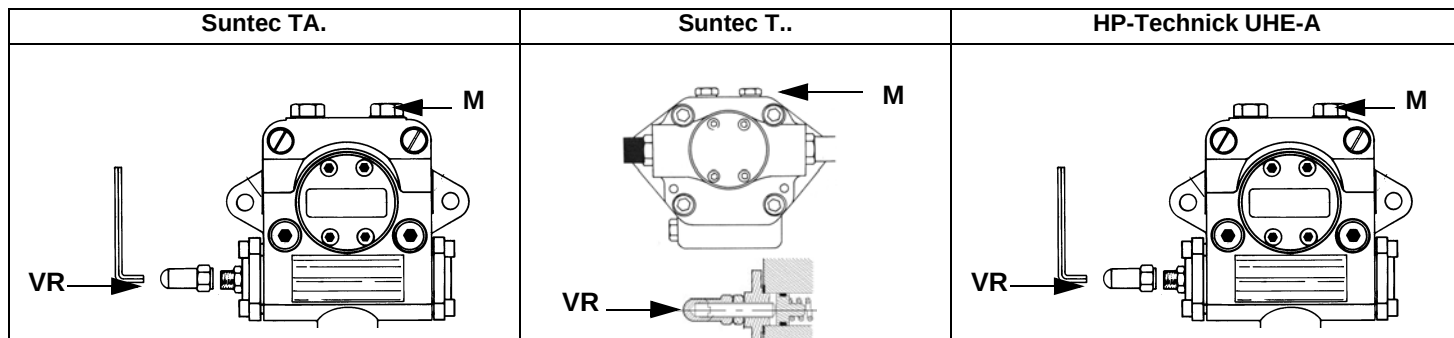
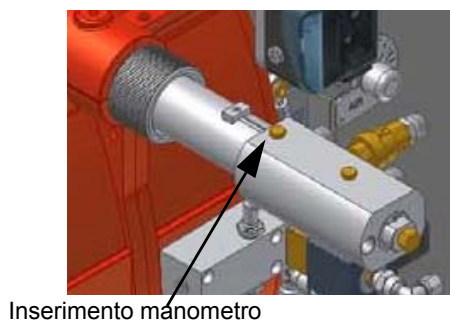

Fig. 8
Fig. 9
- 3 sfiatare l'aria dall'attacco (**M**) manometro della pompa (Fig. 8), allentando leggermente il tappo, senza toglierlo; quindi rilasciare il contattore.
- 5 La pressione di alimentazione ugello è già pre-tarata in fabbrica e non deve essere cambiata. Solo se necessario, regolare la pressione di alimentazione (vedi relativo paragrafo) nel modo seguente: inserire un manometro nella posizione indicata in Fig. 9 agire sulla vite di regolazione **VR** della pompa (vedi Fig. 8) fino ad ottenere una pressione all'ugello pari a 20 bar (ugelli Monarch o ugelli Bergonzo);